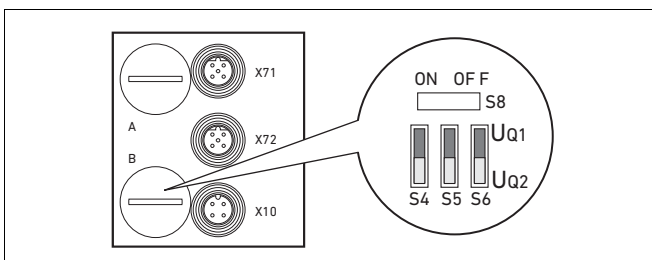

Fig. 9: Interruttori S4, S5, S6 per l'assegnazione delle tensioni di alimentazione delle valvole ( $U_{Q1}$ ,  $U_{Q2}$ )
Gli interruttori S4, S5 e S6 per l'assegnazione dell'alimentazione delle valvole si trovano al di sotto del coperchio a vite PG **B** (ved. Fig. 9). Ad ogni interruttore sono assegnate:
1. Aprire il tappo di protezione inferiore **B** (ved. Fig. 9 a pagina 278).
2. Servendosi degli interruttori S4, S5 ed S6, assegnare ad ogni gruppo valvola una delle tensioni di alimentazione  $U_{Q1}$  o  $U_{Q2}$  (ved. Tab. 14 a pagina e Fig. 9 a pagina 278).